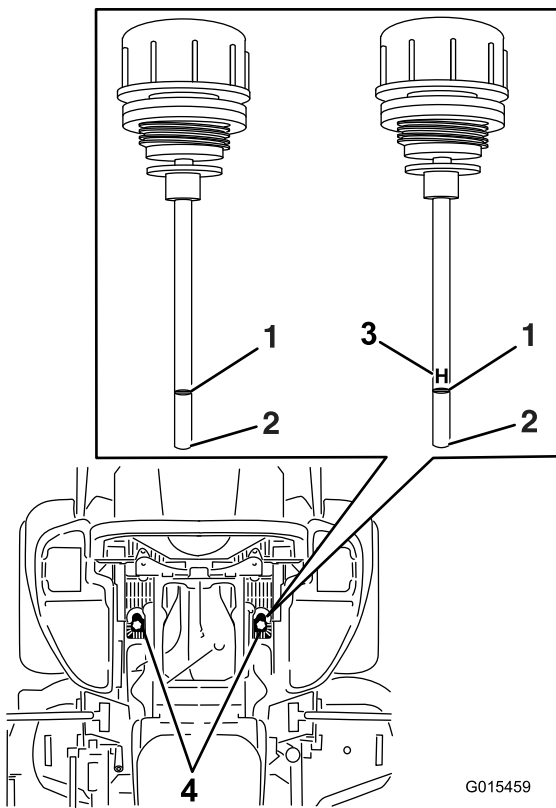

Bild 81
- Reinigen Sie den Bereich um den Ölpeilstab der Hydraulikanlagenbehälter (Bild 81).
- Nehmen Sie einen Peilstab aus dem Hydraulikbehälter heraus (Bild 81).
- Ziehen Sie den Ölpeilstab heraus und schauen Sie das Ende an (Bild 81).